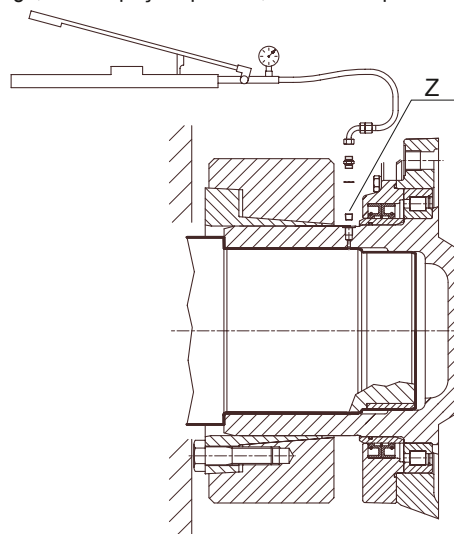

Fig. 4
- Com um saca-pinos e um martelo, remover de sua sede um dos dois pinos "A" (ver a fig. 4), remover as duas molas "B" e remover o outro pino
- Deslizar a junta axialmente para liberar e retirar o bujão "Z" (ver a fig. 4) e utilizar o furo de